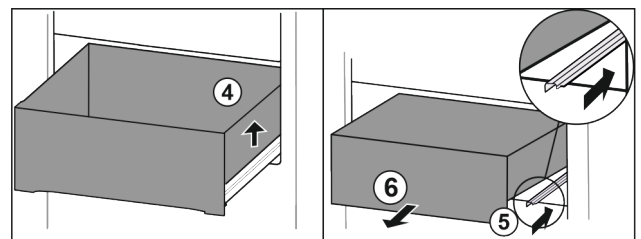

Fig. 128
- Schubfach rechts anheben. Fig. 128 (4)
- Rechte Schiene einschieben. Fig. 128 (5)
- Schubfach nach vorne entnehmen. Fig. 128 (6)